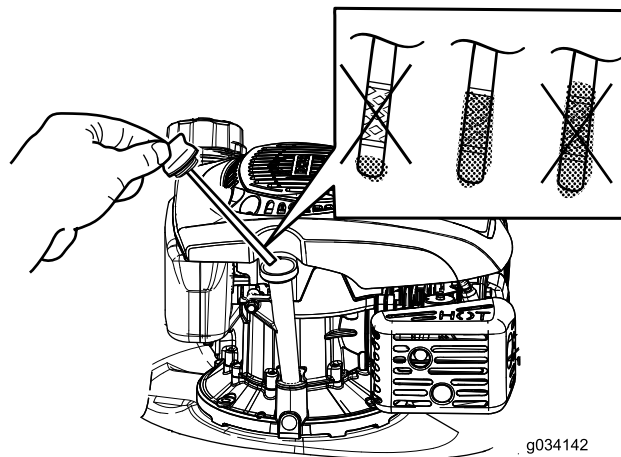

Figure 5
- Retirez la jauge (Figure 5) et versez de l'huile dans le goulot de remplissage pour remplir le carter jusqu'aux 3/4.
- Sortez de nouveau la jauge et vérifiez le niveau d'huile (Figure 5).